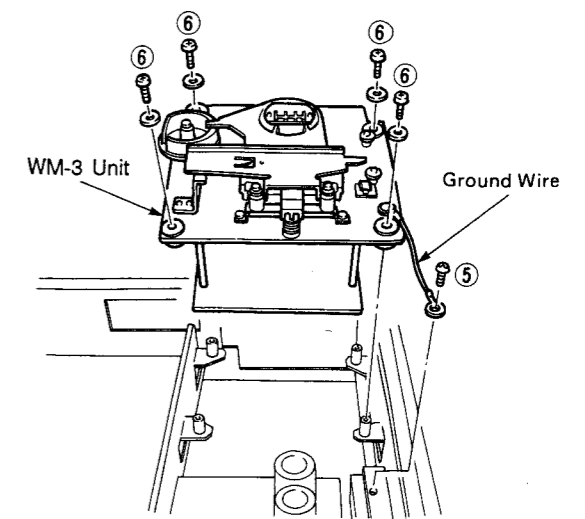

Fig. 3
e. Remove screw (⑤) in Fig. 3, and then remove the Ground Wire.
f. Remove 4 screws (⑥) in Fig. 3.
e. ⑤のネジをはずし、アース線をはずす。(Fig. 3)
f. ⑥のネジを4本はずす。(Fig. 3)